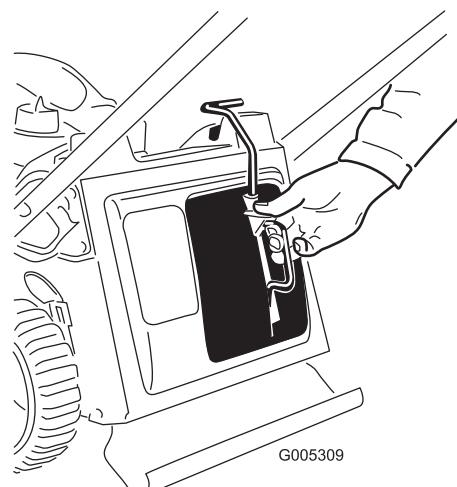

Figure 25
1. Déposez l'obturateur de recyclage(Figure 25).